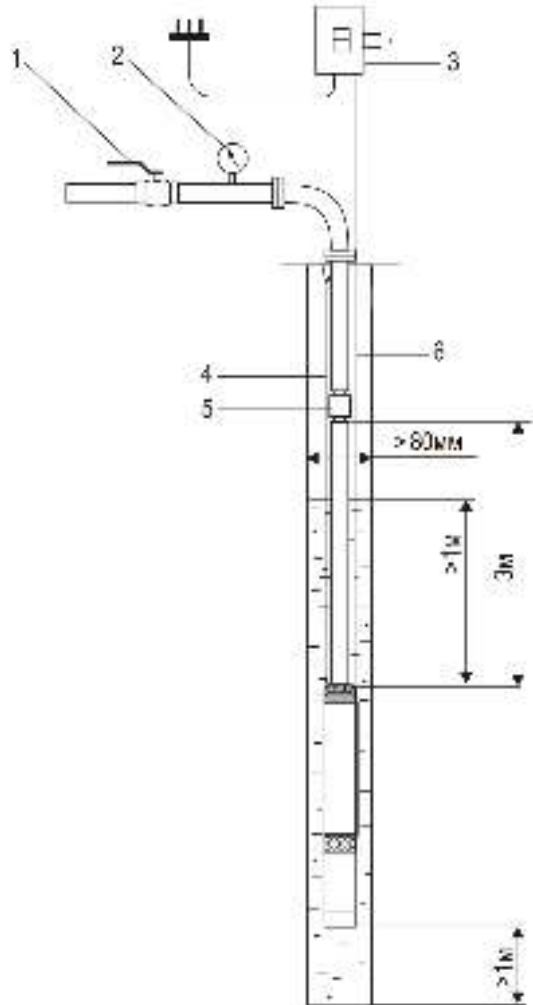

Рис. 2
4. Схема установки насоса в скважине показана рис. 2.